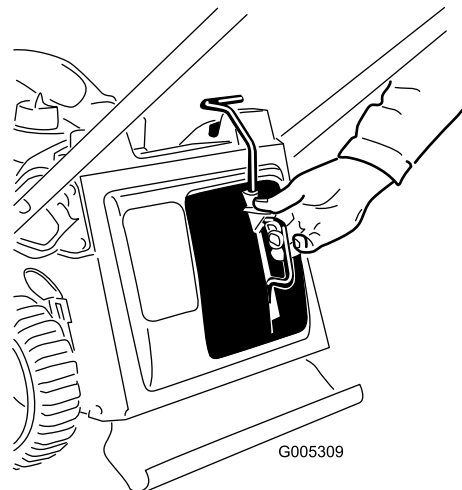
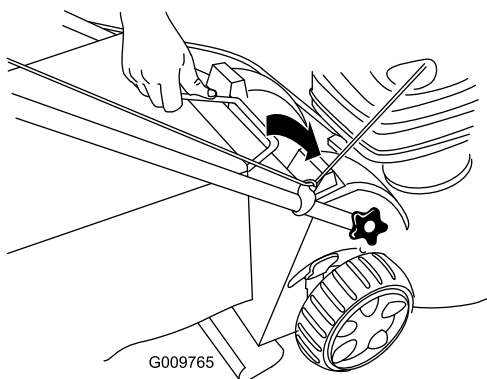

Bild 21
Bild 22
1. Setzen Sie den Mulchverschluss (Bild 21) oder den Fangkorb (Bild 22) an der Maschine ein.